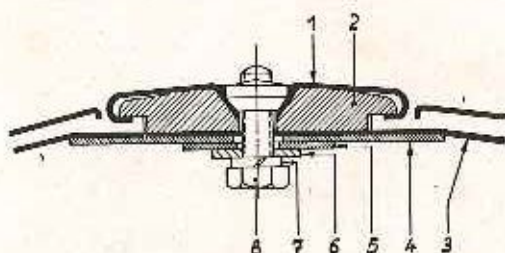

Bild 1 – Vordere Motorhaubenbefestigung
2. Motorhaube vorn von Kühlerverkleidung (1/3) abschrauben (Bild 1).
1. Motorhaube auf Kühlerverkleidung (1/3) und Windlauf (2/5) auflegen und befestigen (Bild 1 und 2).